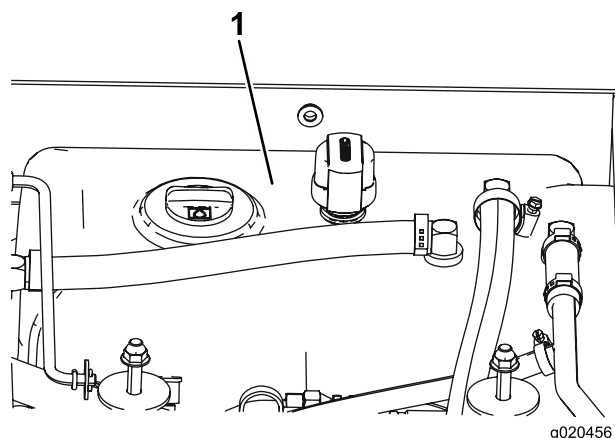

Figura 73
4. Encha o reservatório (Figura 73) com fluido hidráulico; consulte Verificar o fluido hidráulico \(página 55\).